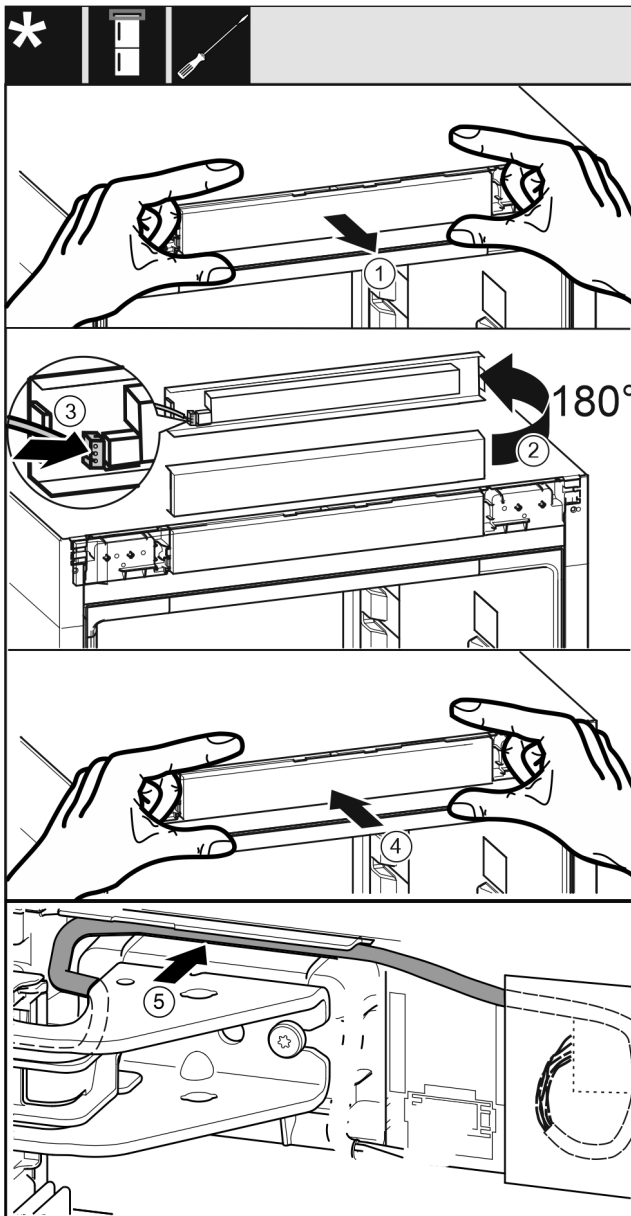

Fig. 57
- ▶ Nxirrni jashtë me kujdes panelin mbulues të komandimit Fig. 57 (1).
- ▶ Rrotulloni panelin mbulues të komandimit Fig. 57 (2) me 180° për lart.
- ▶ Mbërtheni spinën Fig. 57 (3) në panelin mbulues të komandimit.
- ▶ Mbërtheni sërish në pajisje panelin mbulues të komandimit Fig. 57 (4).
- ▶ Shtroni me kujdes kabllon Fig. 57 (5) në udhëzuesin mbi bazamentin mbështetës lart.